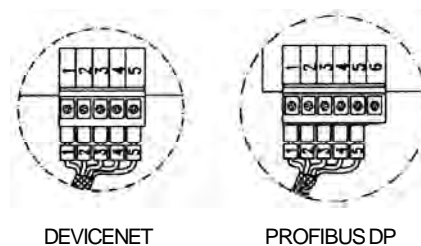

Figura 8.38 - Conexión a la tarjeta Fieldbus
6. Conectar la otra extremidad del cable del conector Fieldbus a la tarjeta Fieldbus de acuerdo con la figura. 8.38.